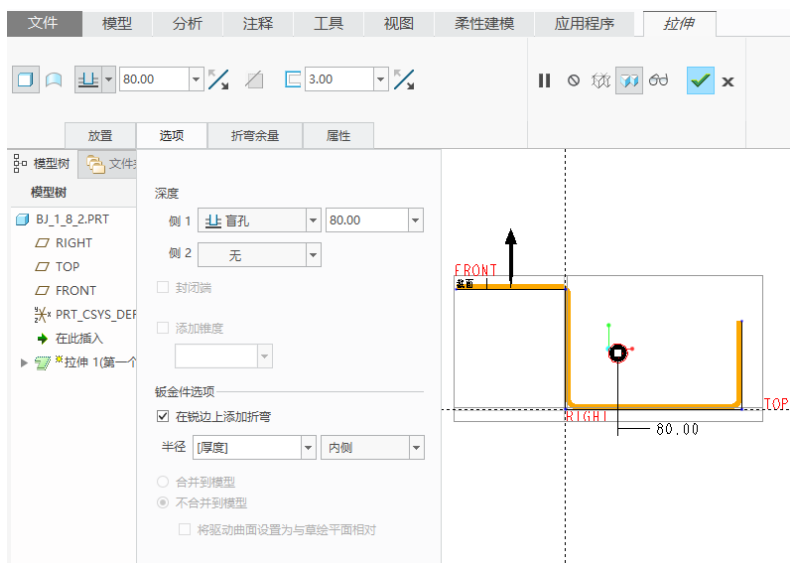

图 1-290 设置参数与选项
(4) 在“拉伸”选项卡中,输入深度值为“80”,壁厚为“3”;接着打开“选项”面板,勾选“在锐边上添加折弯”复选框,并从“半径”下拉列表框中选择“[厚度]”选项,设置标注折弯的内侧曲面,如图 1-290 所示。